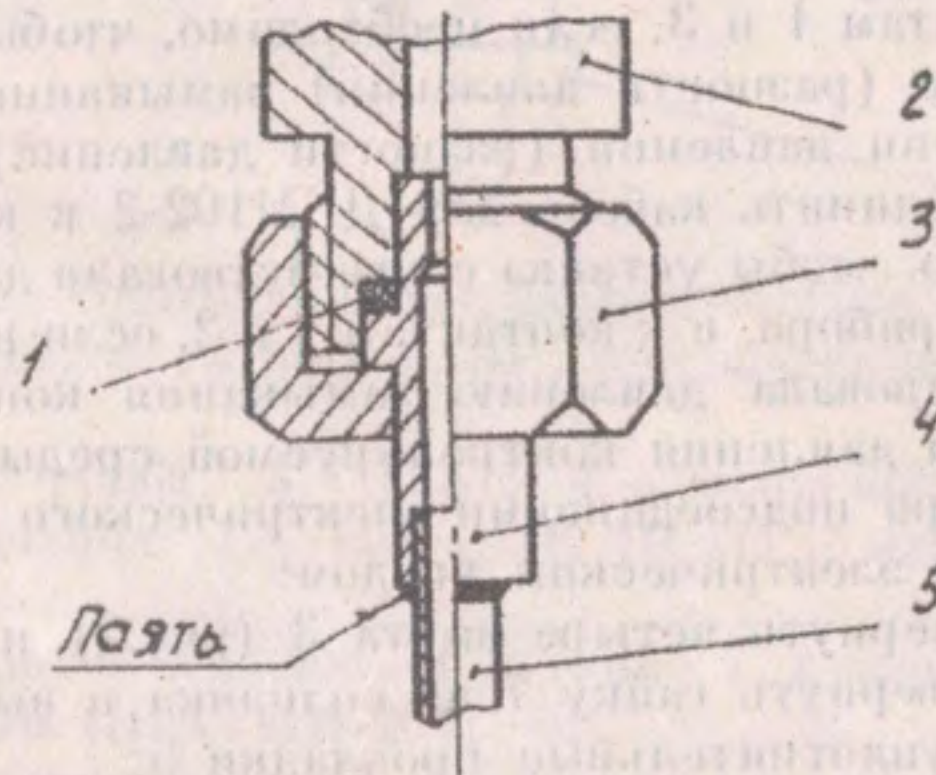

Рис. 1. Подсоединение прибора к трубопроводу
6.4. Присоединить прибор к трубопроводу следующим образом (рис. 1):